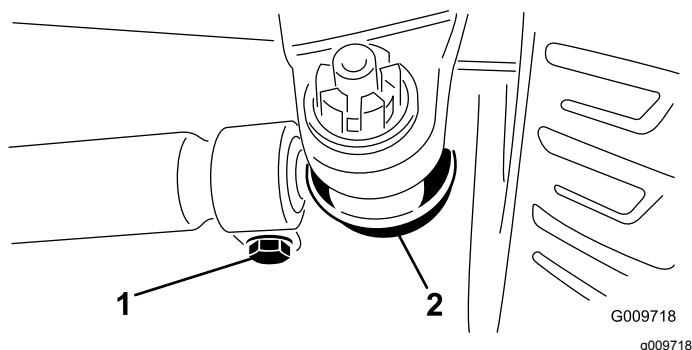

Figure 89
2. Pour le régler, retirez la goupille fendue et l'écrou de l'une des rotules de bielle (**Figure 89**). Déposez la rotule de bielle du support du corps d'essieu.
3. Desserrez les fixations aux deux extrémités des bielles (Figure 89).